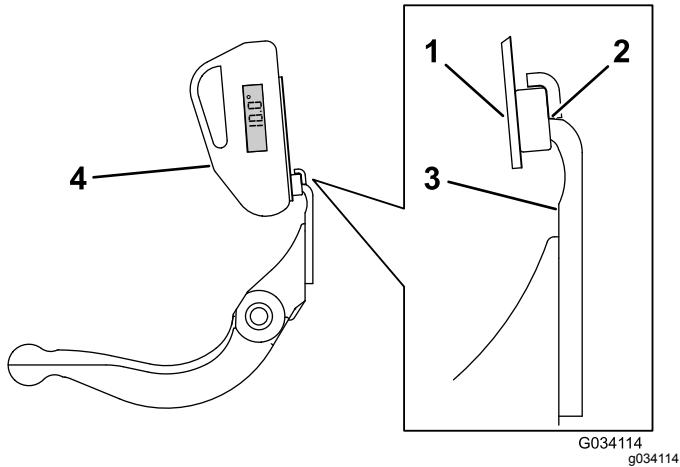

Figura 35
3. Coloque el soporte del indicador de ángulo sobre el filo de la contracuchilla de manera que el borde del imán esté enrasado con el filo de la contracuchilla (Figura 35).
4. Coloque el indicador de ángulo en el soporte, según se muestra en Figura 35.